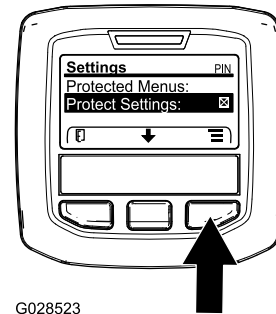

Figura 74
**Nota:** Se non c'è alcuna X nella casella a destra della voce delle Impostazioni protette, significa che i sottomenu Barra Sin., Barra Cen., Barra Des. e Valori predefiniti non sono bloccati da codice PIN (Figura 74).
**Nota:** Compare una X nella casella sulla destra della voce Impostazioni protette (Figura 74).